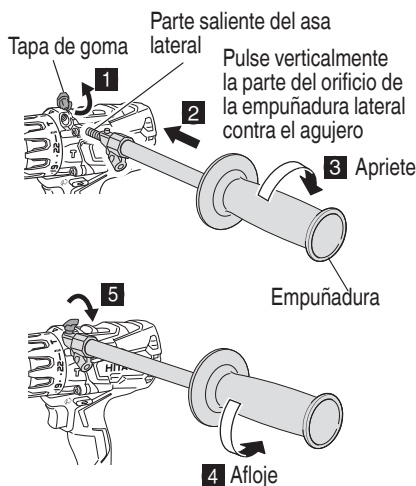

Fig. 12
3. Instalación/desmontaje del asa lateral. (Fig. 12)